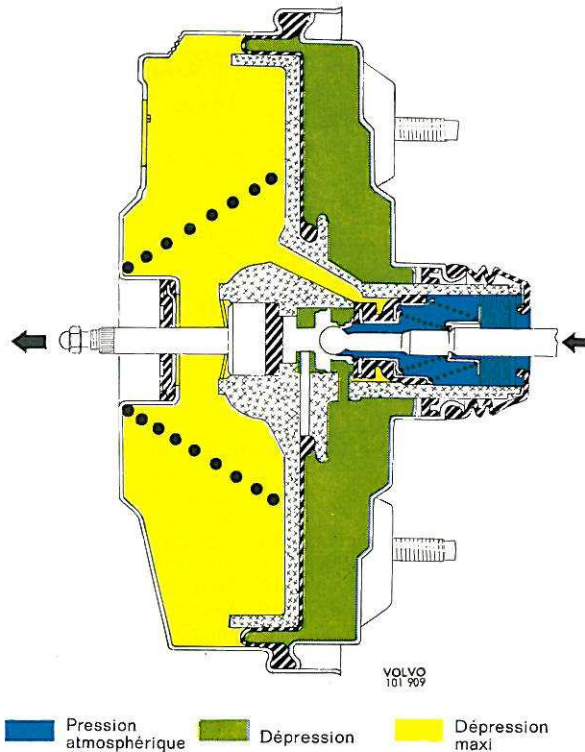

Figure 80. Freinage spécial
phérique du disque de réaction. Ce disque étant en caoutchouc, sa partie périphérique sera comprimée alors que la partie centrale, non déformée, s'appuie sur le piston, voir figure 80. Le boîtier de commande sera donc plus repoussé vers la gauche (avant) que le piston, ce qui fait que le siège de ce dernier vient s'appuyer sur la valve pour fermer et couper l'alimentation en air atmosphérique. La pression à droite de la membrane reste constante et n'arrive pas à vaincre la contre-pression hydraulique du maître-cylindre. Les pièces mobiles de la servocommande s'arrêtent donc dans cette position et l'on obtient ainsi un effort de freinage constant aussi longtemps qu'on maintient la même pression sur la pédale.
poussé vers la droite par la pression du ressort (2) et l'effort de freinage diminue. Il en résulte que même la force de compression du disque de réaction diminue, le piston peut revenir à la position indiquée sur la figure 80 et l'on obtient une nouvelle position d'équilibre. Si l'on relâche complètement la pédale de frein, toutes les pièces mobiles de la servocommande reviennent à la position de repos et les freins sont desserrés.